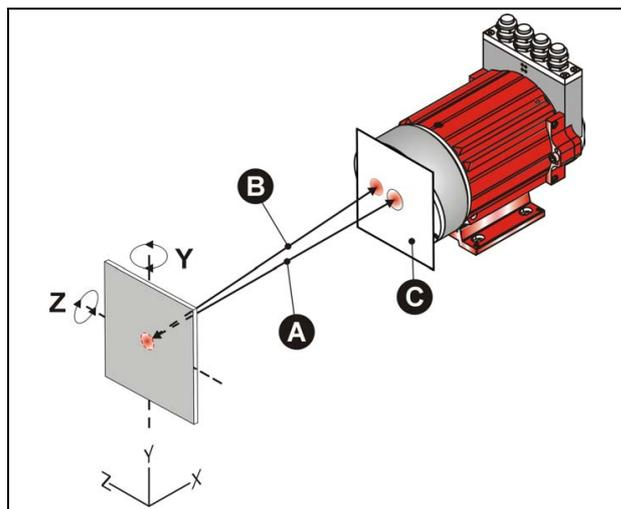
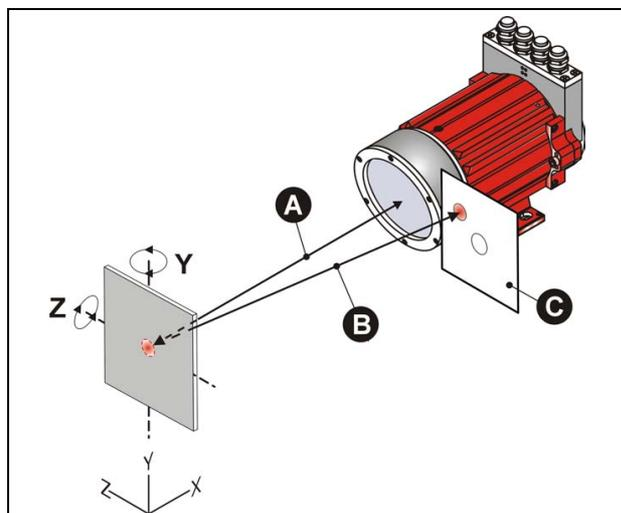

Abbildung 3: Ermittlung der Oberflächenreflektion
Abbildung 4: Wegleitung der Oberflächenreflektion
- **Abbildung 3: Ermittlung der Oberflächenreflektion:**
- Blatt-Papier (C) vor der Laseroptik so zentrieren, dass der Laserstrahl ungehindert durch ein ca. 2 cm großes Loch austreten kann. Das Störsignal (B) sollte jetzt auf dem Blatt-Papier (C) sichtbar werden. Zur besseren Auffindung des Störsignals (B) kann die Reflektorfolie auch etwas hin und her bewegt werden. Hierbei gilt: Einfallswinkel = Ausfallswinkel
- **Abbildung 4: Wegleitung der Oberflächenreflektion:**
- Reflektorfolie in der Y- oder in der Z-Achse so verdrehen, dass sich das Störsignal (B) sicher außerhalb der Laserlinse befindet. Die Neigung der Reflektorfolie dabei trotzdem möglichst gering halten, um Messfehler bedingt durch Fluchtfehler in der Verfahrbewegung zu minimieren. Wandert der Lichtpunkt z.B. auf der Reflektorfolie hin und her, ergeben sich durch die Schrägstellung kleine Differenzen.